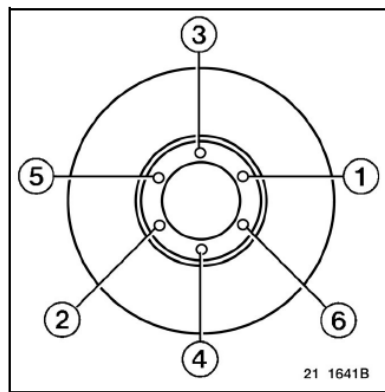

图 13 皮带轮或减振器分装螺栓拧紧顺序
8.17.1 将曲轴皮带轮同减振器轮毂连接起来，安装时皮带轮安装孔有倒角的一侧贴紧轮毂。连接螺栓的拧紧力矩为  $67\text{ N}\cdot\text{m}\pm 7\text{ N}\cdot\text{m}$ ，拧紧顺序见图 13。
8.17.2 将减振器同减振器轮毂连接起来。先将连接螺栓按拧紧顺序预拧紧到  $20\text{ N}\cdot\text{m}\pm 4\text{ N}\cdot\text{m}$ ，减振器螺栓力矩要求更改为  $40\text{ N}\cdot\text{m}$  转  $60^\circ$ ，拧紧顺序见图 13。